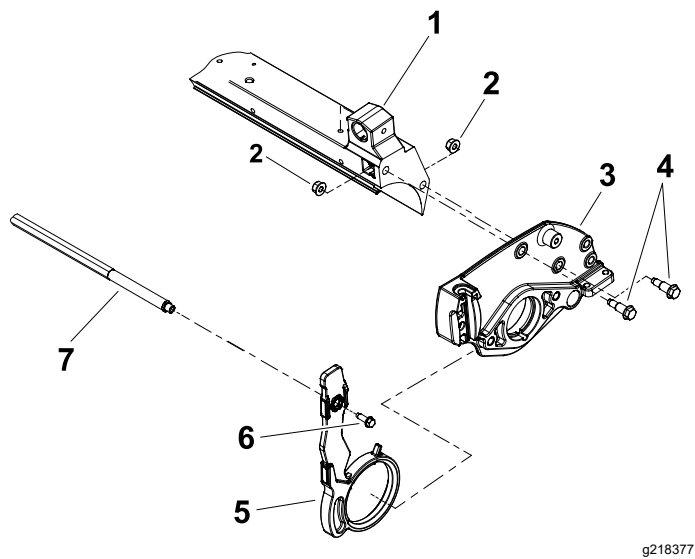

图 11
6. 卸下将交联固定到旋转臂的垫圈头螺丝取下交联 图 11。
8. 拆下将侧板固定到滚刀组横梁上的轴肩螺栓和凸缘螺母图 11。
9. 从滚刀轴、滚筒、底刀架和滚刀组横梁上拆下侧板图 11。
10. 从侧板上卸下现有旋转臂图 11。